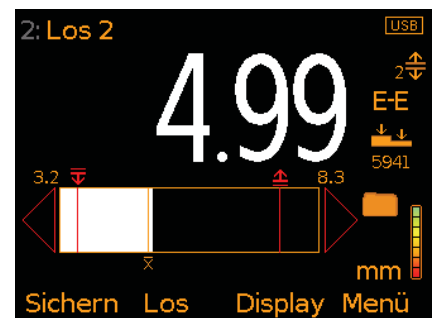

Bild 4: Messwerte und Balkendiagramm
- **Balkendiagramm (Bild 4):** Eine analoge Darstellung des aktuellen Messwerts zusammen mit dem höchsten (Hi), niedrigsten (Lo) und durchschnittlichen ( $\bar{x}$ ) Messwert. Das Diagramm wird beim Erfassen jedes Messwerts automatisch aktualisiert.